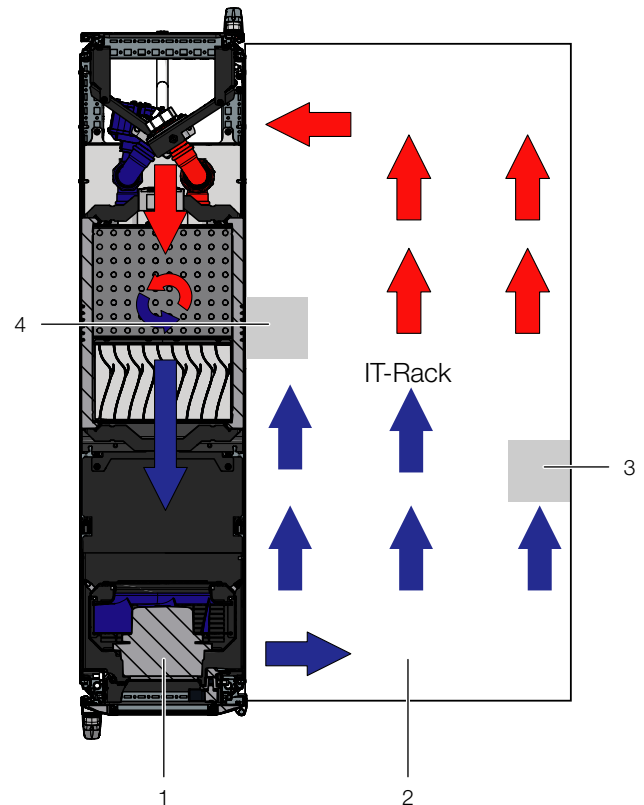

Abb. 14: Anordnung der Schaumstoffstreifen bei seitlich durchströmten Geräten (Draufsicht) – LCP Rack DX
- Sind im Serverschrank mehrere seitlich durchströmte Geräte eingebaut, schneiden Sie entsprechend mehrere Stücke aus dem Schaumstoffstreifen heraus, so dass sich schließlich auf der Höhe jedes seitlich durchströmten Geräts links oder rechts am Serverrack eine Aussparung im Schaumstoffstreifen befindet. Achten Sie darauf, dass sich auf der Warmluftseite der Geräte keine Aussparungen befinden (Abb. 14, Pos. 3).
- Befestigen Sie diese Schaumstoffstreifen nach hinten versetzt auf der Kaltluftseite der Geräte (Abb. 14, Pos. 4). Achten Sie darauf, die Streifen so anzubringen, dass alle in den Geräten verbauten Lüfter Kaltluft ansaugen können bzw. dass keiner der Lüfter verschlossen wird.
Die Schaumstoffstreifen können zwischen der vorderen und hinteren Stütze des Serverrack über die gesamte Tiefe an den seitlich durchströmten Geräten angebracht werden (Abb. 14).